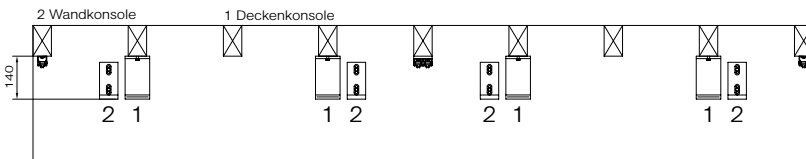

Abb. 7: Montagekonsolen
- » Abb. 7: Zeichnen Sie die Bohrlöcher auf der Wand bzw. auf den Sparren an. Der Abstand beträgt von Unterkante Sparren bis Unterkante Wandkonsole 140 mm.